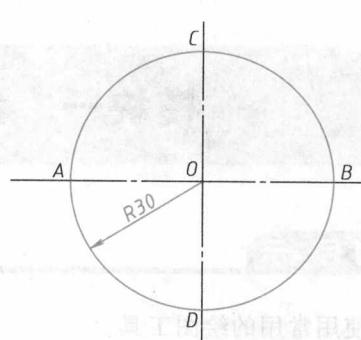

图 1-4 作圆
(2) 作圆 使用圆规绘制一个圆心在交点 O 处，半径为 30mm 的圆，如图 1-4 所示。